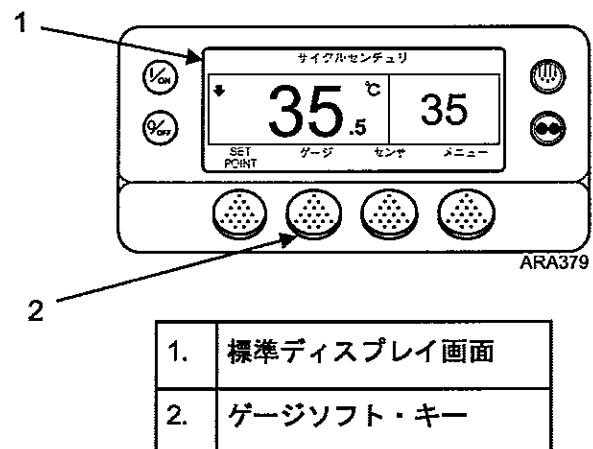

図30 : ゲージの確認
2. ゲージソフト・キーを押してください。図30を参照してください。